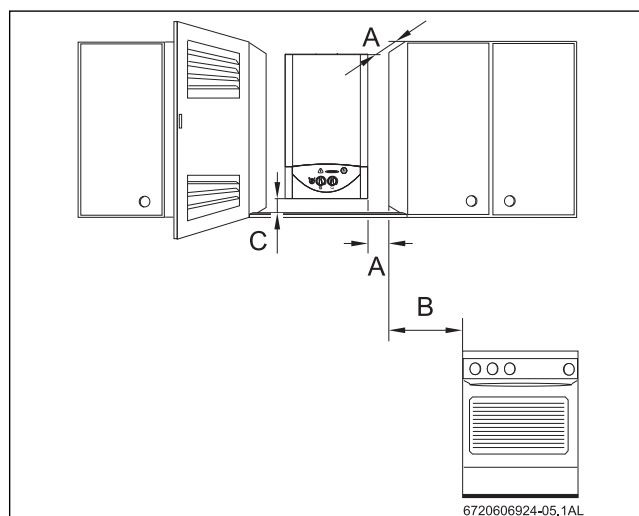

Fig. 8 Separaciones mínimas
- ▶ Asegurar la accesibilidad en los trabajos de mantenimiento respetando las separaciones mínimas indicadas en la Fig. 8 .